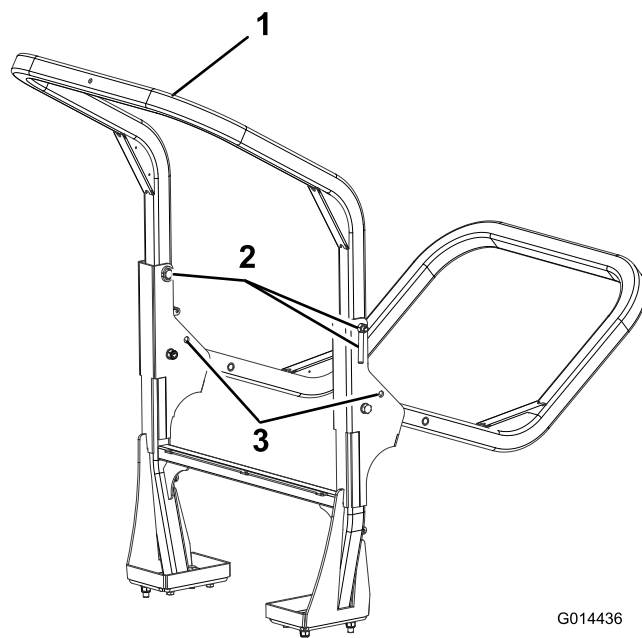

Figure 46
2. Soutenez le poids du cadre supérieur pendant que vous enlevez les écrous moletés, les rondelles et les boulons de fixation des supports pivotants (Figure 46).